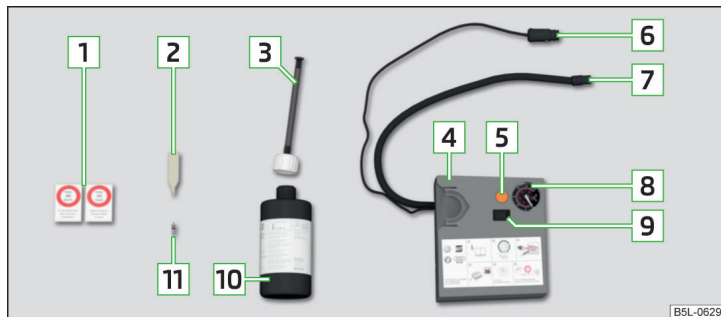

Fig. 186 Havarisættets dele
Sættets dele » Fig. 186
- Klæb den pågældende mærkat  » *Fig. 186 på side 170* på instrumentpanelet i førerens synsfelt.
- Ryst flasken med dæktætningsmiddel  » *Fig. 186 på side 170* nogle gange kraftigt frem og tilbage.
- Skru luftkompressorens påfyldningsslange  » *Fig. 186 på side 170* fast på dækventilen.